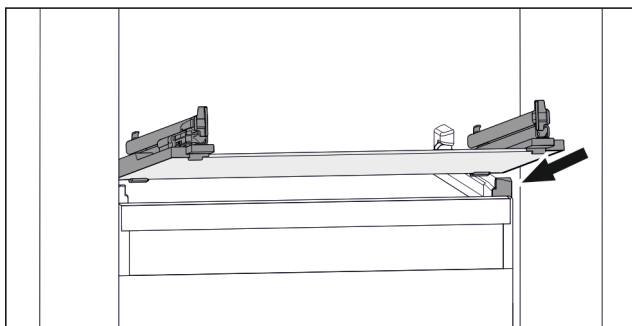

Fig. 77 Eksempel på fremstilling av glassplaten
- ▶ Sett glassplaten på skrå bak stopperne. (se Fig. 77)